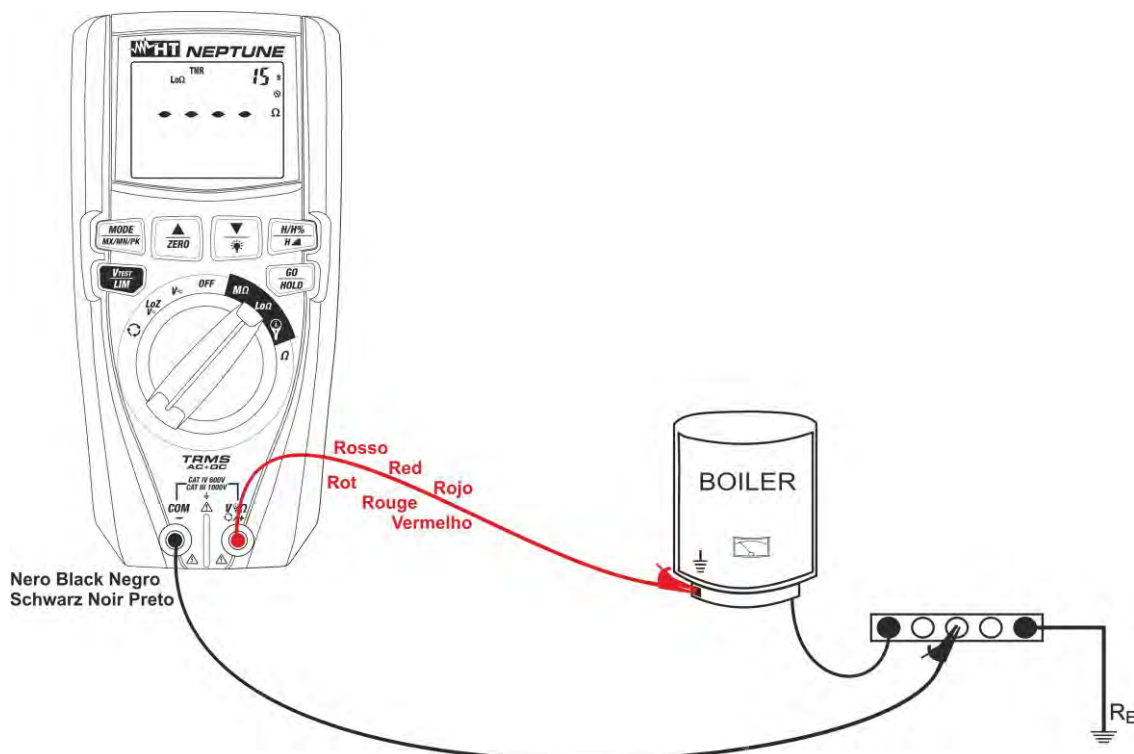

Abb. 29: Verwendung des Geräts zur Durchgangsprüfung im Betriebsmodus TMR
7. Verbinden Sie die rote Messleitung mit der Eingangsbuchse **V Ω +/+** und die schwarze Messleitung mit der Eingangsbuchse **COM/-**, und verbinden Sie das Gerät mit dem zu prüfenden System (siehe Abb. 29).